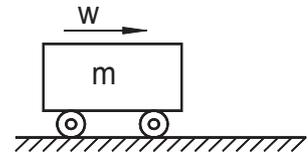

Abb. 1.2
10. Ein Körper der Masse m wurde durch eine Kraft F auf die Geschwindigkeit w^* beschleunigt (Abbildung 1.2). Wie groß ist jetzt seine kinetische Energie (Formel)?